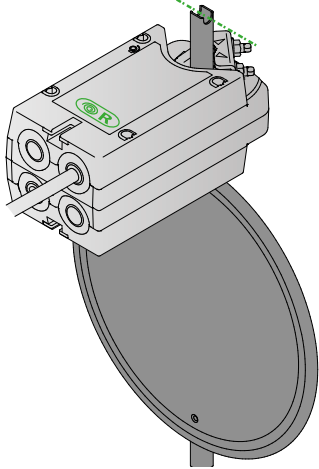

Figure 9. Installation standard (NC), registre fermé avec cavalier vers la droite.
- Pour le positionnement de la palepale du registre et de l'attache, se reporter aux figures 9 et 10.
1. Installation standard du moteur du registre (NC (R)) Pale du registre installée en position fermée, voir figure 9.